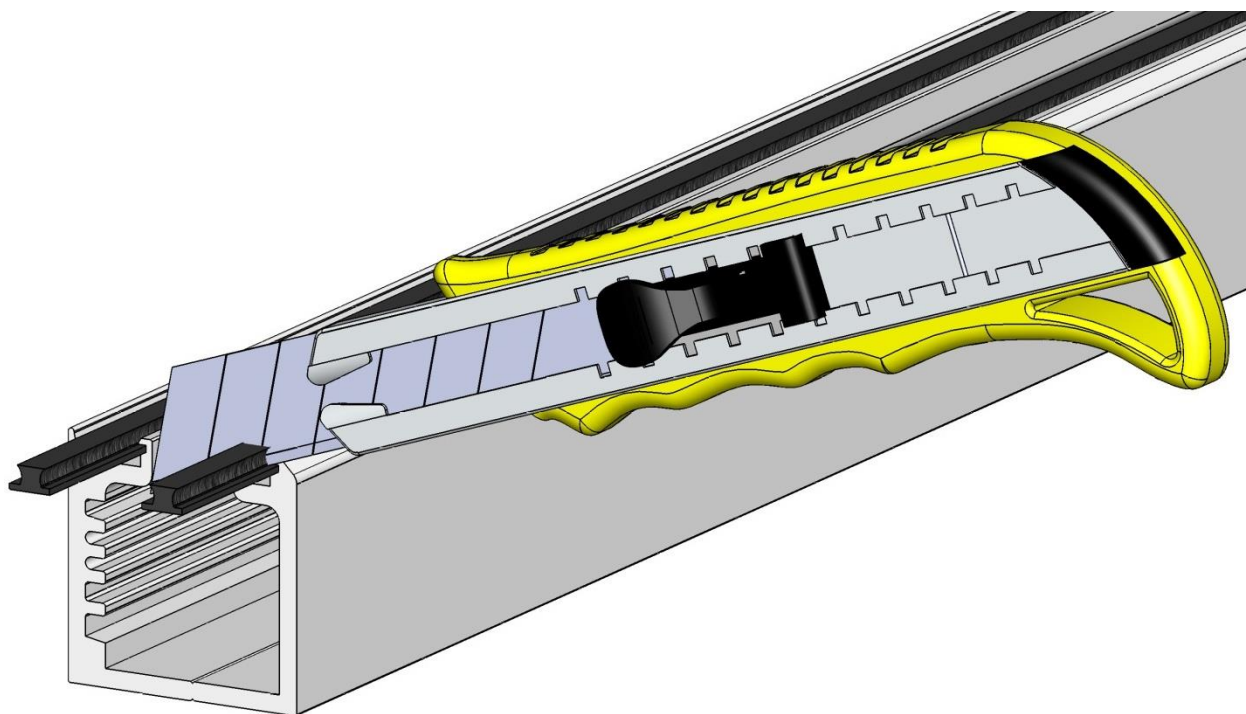

Figura 28
- Cortar el cepillo de manera que quede a ras del carril, tanto en los extremos como en el cajeadado del brazo (figura 28).